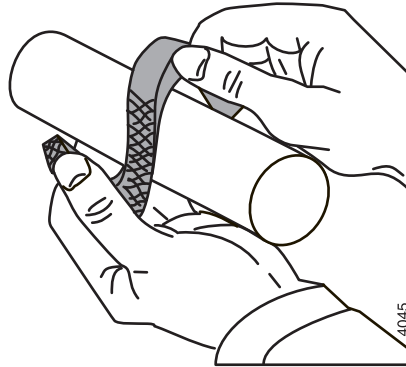

Abbildung 20: Aufbiegen Packungringe.
- 1 Die 5 Dichtungsringe werden angebracht. Die Dichtungen werden abwechselnd um die Öffnungen gelegt. Die Dichtungsringe dürfen nur axial aufgebogen werden, siehe Abbildung 20.